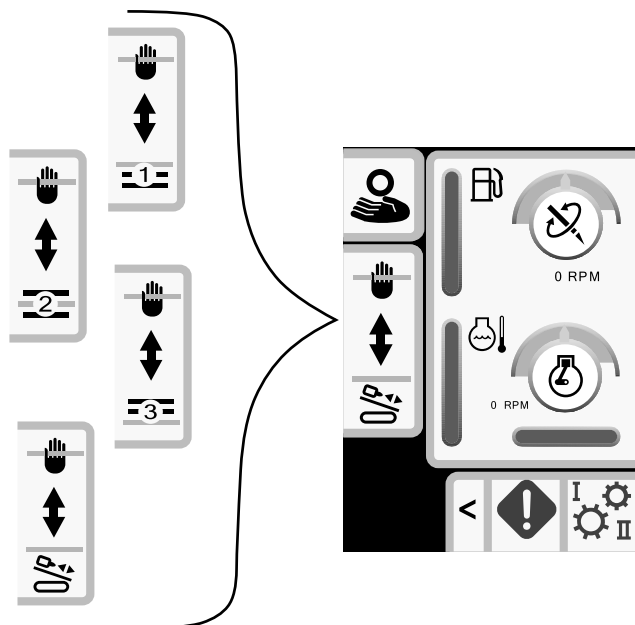

Рисунок 41
2. Используйте кнопки 2 и 3 для выбора места, куда вы хотите поместить трубу, – ряд или бурильная колонна (Рисунок 41).